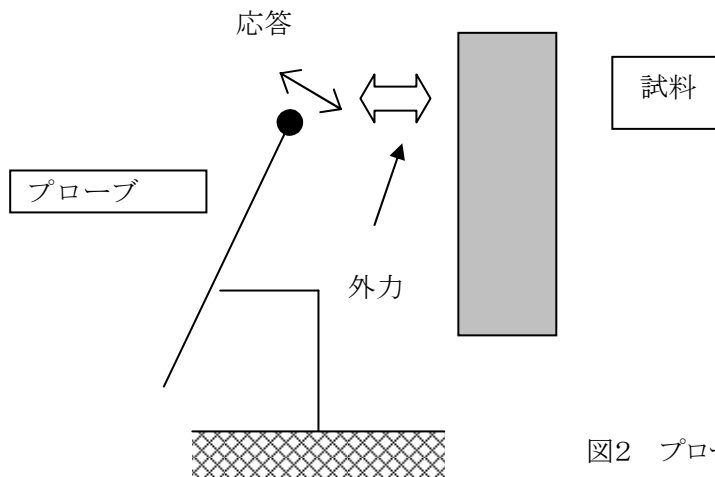

図2 プローブ部分の力学的挙動
本解析の目的は、プローブと試料との間に発生する外力に対してプローブの動的特性を調べることである(図2)。具体的には、系の(1)固有周期、(2)動的応答(共振条件)を求めることによりプローブを含む系の最適化を計る指針を得る
- (1) 3次元解析（図2のようなイメージだが、挙動は3次的）
- (2) 過渡応答解析
- (3) 固有値解析